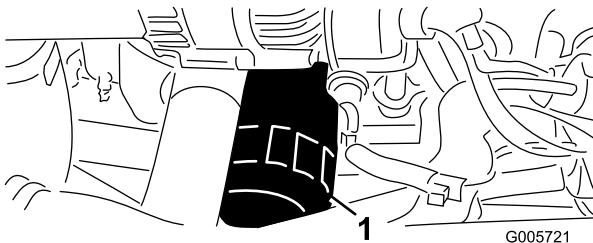

Figura 47
- Retire e substitua o filtro de óleo (Figura 47).